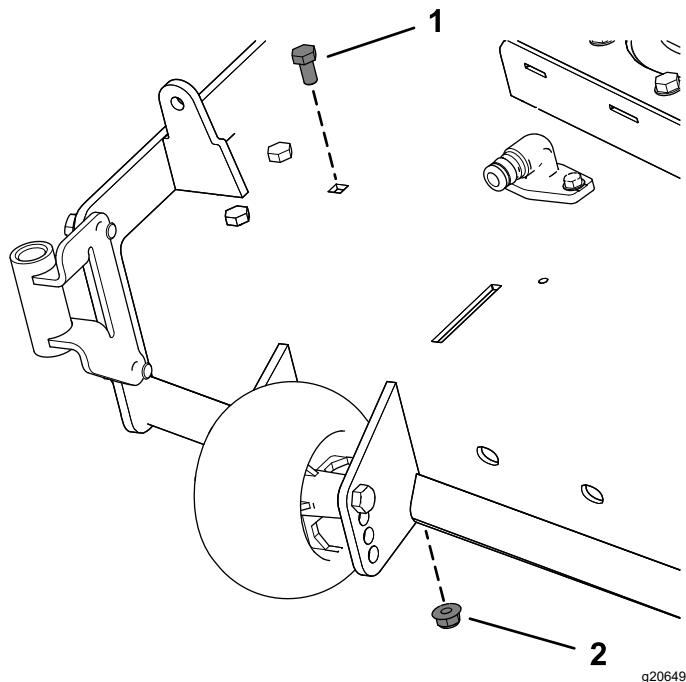

Figura 8
2. Rimuovete il bullone e il dado preesistente dal piatto di taglio (Figura 8).
Per i piatti di taglio da 137 cm, rimuovete il bullone e il dado come illustrato nella Figura 8.